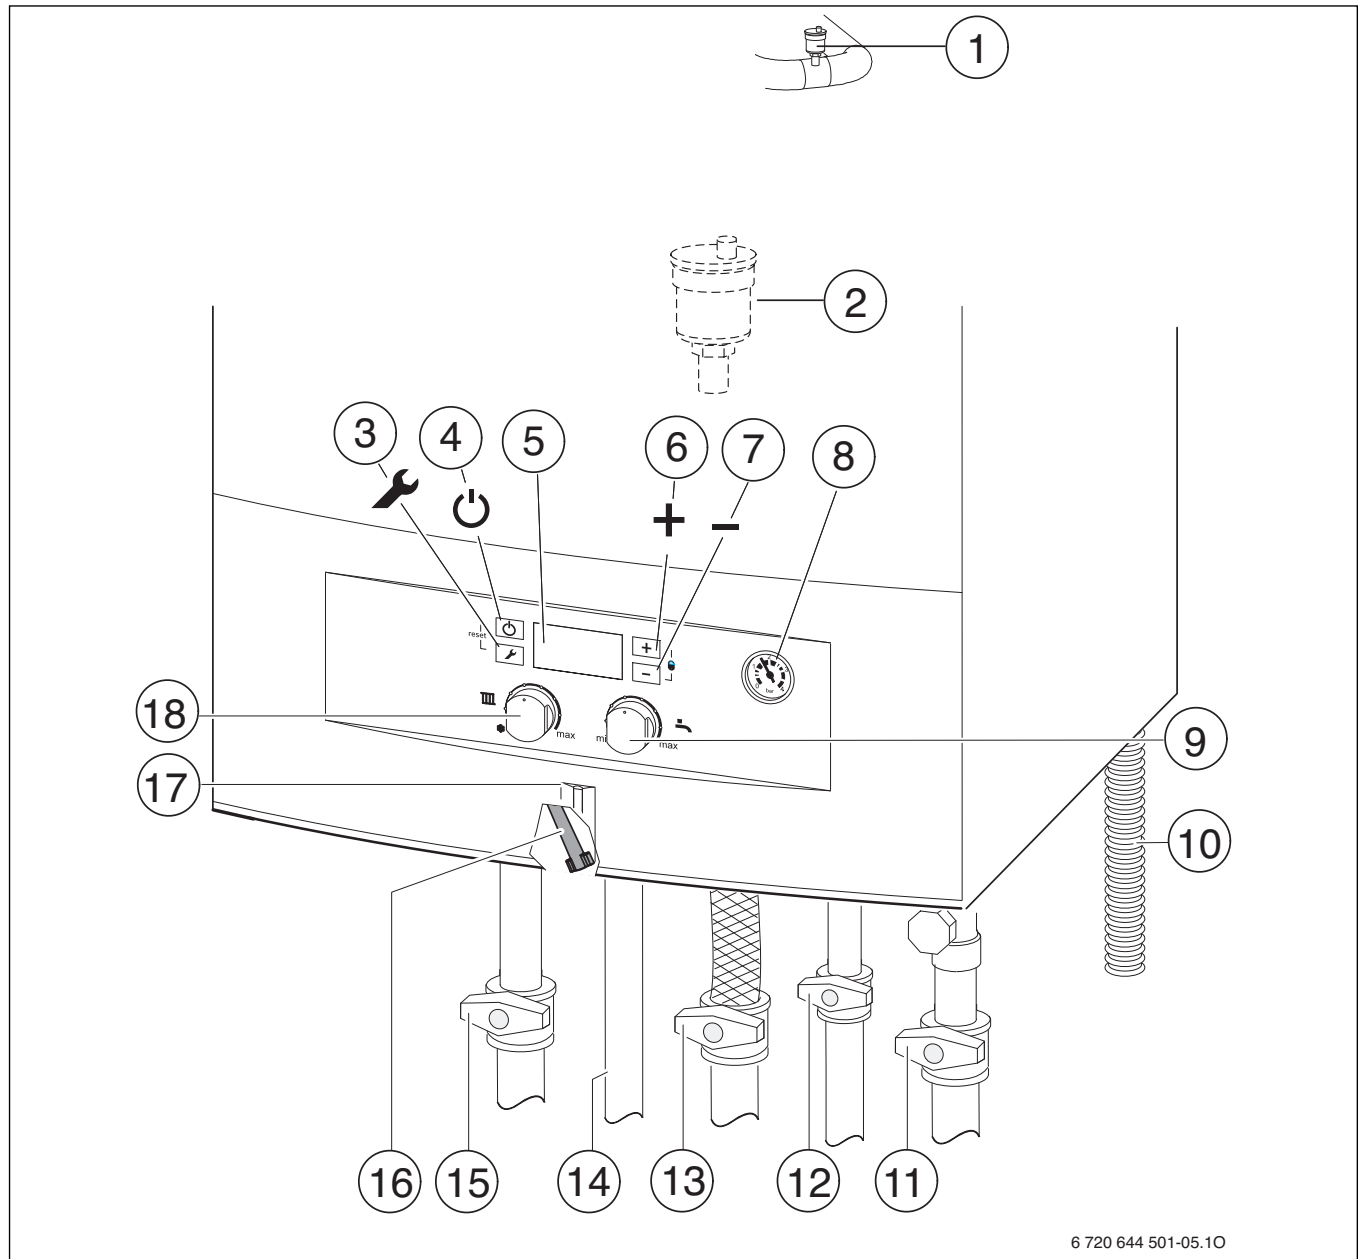

Fig. 18
- ▶ Deschideți aerisitorul automat (lăsați-l deschis) (→ fig. 18, [2], pag. 18).
- ▶ Deschideți robinetul pentru apă rece (→ fig. 18, [12]).
- ▶ Deschideți robinetul pe turul încălzirii și cel pe returul încălzirii (→ fig. 18, [15] și [11], pagina 18).
- ▶ Deschideți robinetul de gaz (→ fig. 18, [13]).